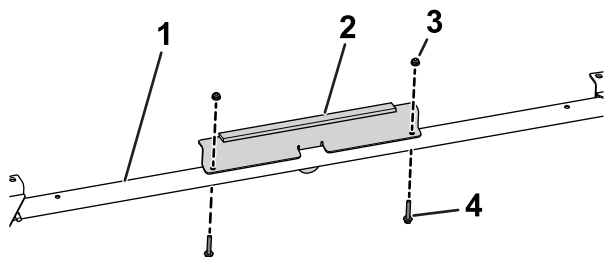

图 37
11. 用 2 个六角头凸缘螺栓¼ x 1½ 英寸和 2 个螺母¼ 英寸将前支架固定到前交联上图 37。